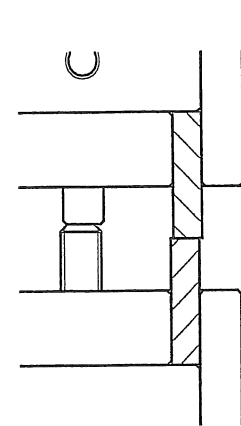

図4
■替刃の噛み合わせ調整方法 (図 4 の様にずれてしまった時)